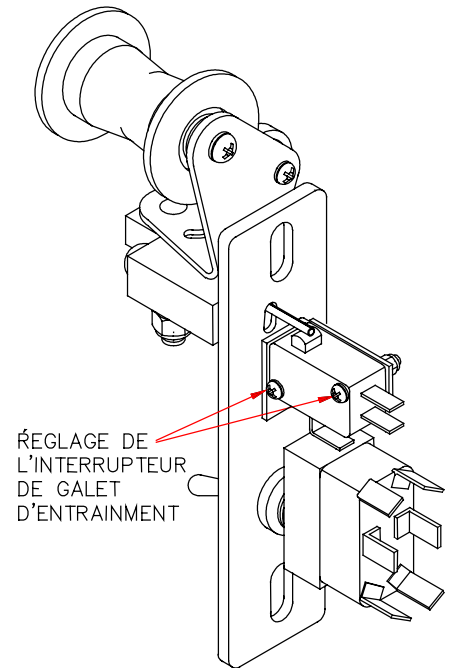

Figure 6
1. Mettez le courant (ON), soulevez le chariot d'appel du film environ la moitié de la distance et soulevez le galet d'entraînement jusqu'à sa limite supérieure. Le disque optonumérique devrait commencer à tourner. Abaissez le galet d'entraînement et le disque optonumérique devrait s'arrêter à la moitié de la distance entre la limite inférieure et la limite supérieure du galet d'entraînement. Quand ce dernier est à son point le plus bas, les commandes SCDC de la plaque de réglage contrôlent le disque optonumérique.
2. L'interrupteur du galet d'entraînement est réglé correctement si l'interrupteur s'active (clic audible) quand le galet d'entraînement est à moitié chemin entre la limite inférieure et la limite supérieure. S'il faut un ajustement, il faut retirer le galet d'entraînement de la colonne. Ajustez ensuite en desserrant les vis de l'interrupteur (voir la figure 6) et en changeant la position de l'interrupteur. Resserrez les vis.